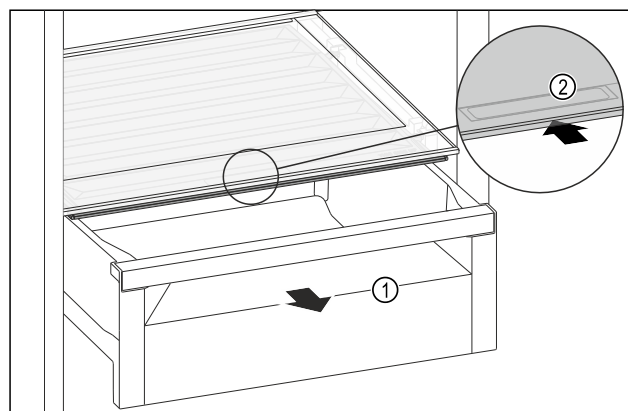

Fig. 140
- Schuifvak Fig. 140 (1) uittrekken.
- Greeplijst Fig. 140 (2) op het vakdeksel vastpakken en het vakdeksel gelijktijdig naar achteren schuiven.